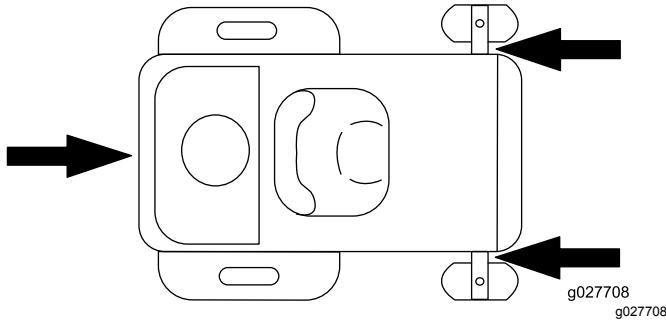

Bild 33
- Befestigen Sie die Maschine sicher mit Riemen, Ketten, Kabeln oder Seilen auf dem Anhänger oder Lkw. Verwenden Sie nur die vier dafür vorgesehenen Verankerungspunkte am Mäher - zwei auf der linken Seite und zwei auf der rechten Seite (Bild 33). Verwenden Sie diese Stellen auch beim Transport des Mähers mit angebautem Zubehör. Die Verwendung nicht gekennzeichneter Stellen kann zu Schäden am Mäher und/oder am Anbaugerät führen.